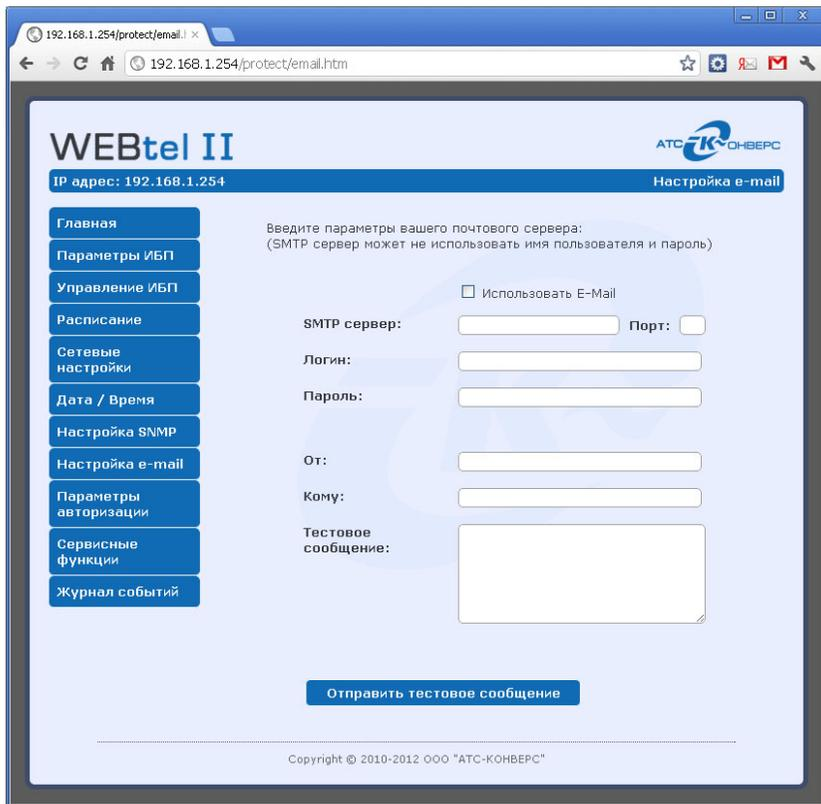

Рисунок 11 - Страница настройки почтовых уведомлений
5.9.1. Вход на страницу настройки параметров почтовых уведомлений (рисунок 11) защищен паролем, аналогично п. 5.3.